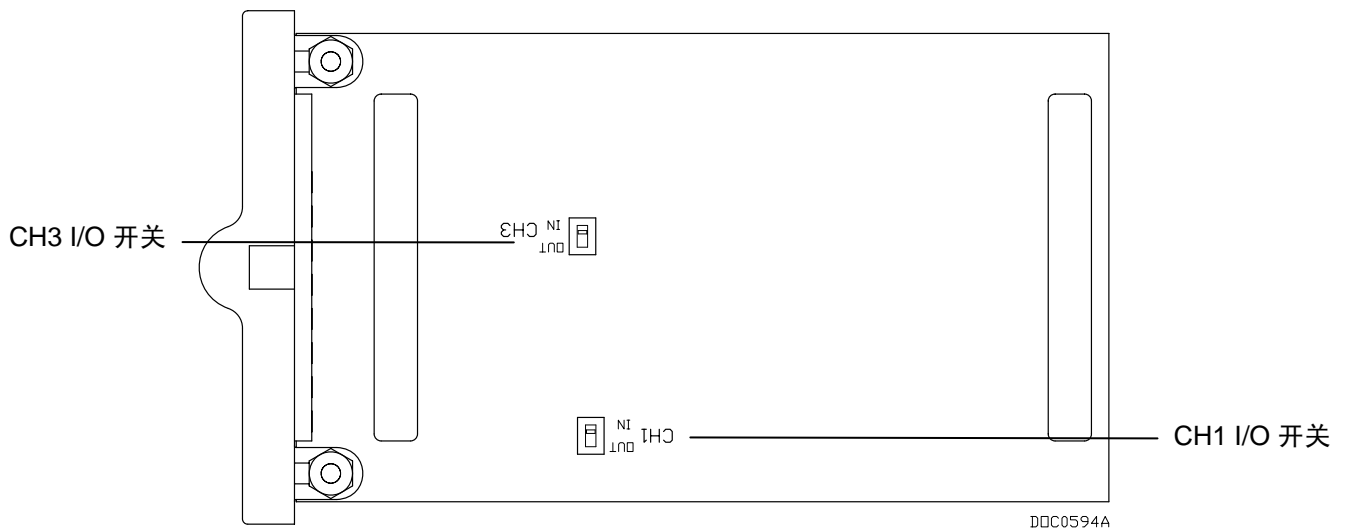
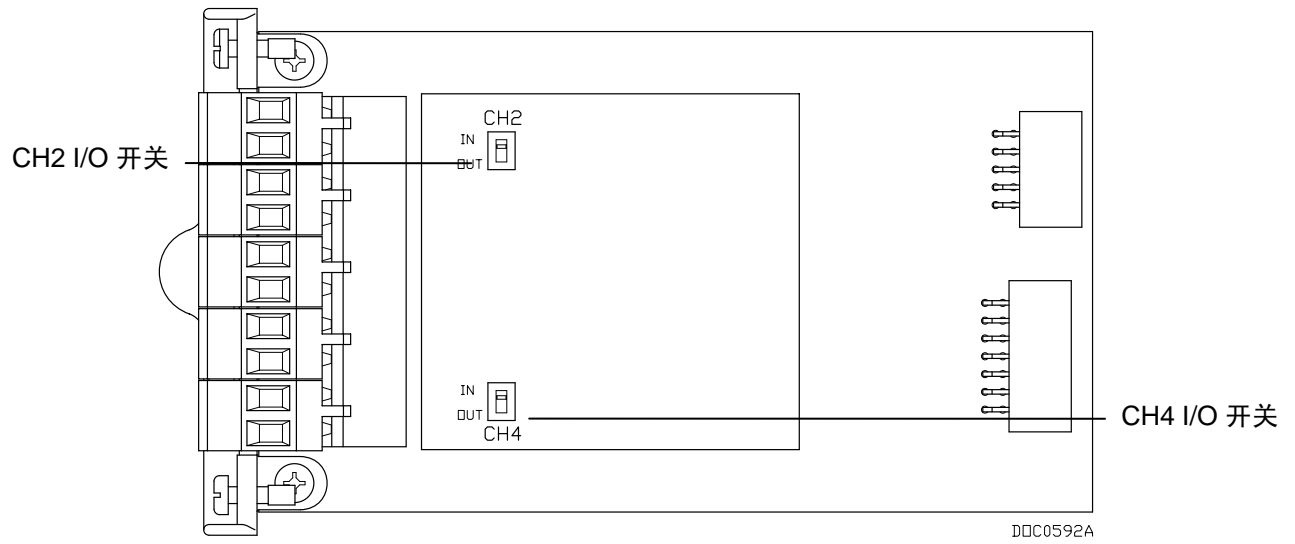

图 5-8. HART 通道 1 和 3 (板后侧)
图 5-9. HART 通道 2 和 4 (板前侧)
使用模块板上的开关可以逐个将通道选择为模拟量输入 (IN) 或模拟量输出 (OUT)。通道 2 和 4 的开关位于模块的正面，通道 1 和 3 的开关位于模块的背面。使用别针将开关拨至所需状态（参见图 5-8 和图 5-9）。